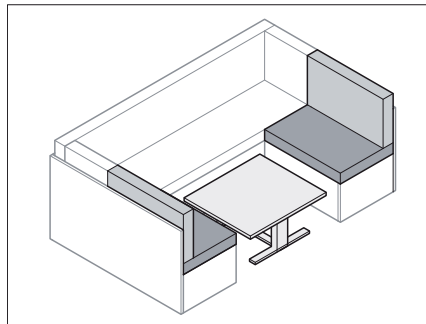

Fig. 68 Transformation de la table
- Transformer la table (Fig. 68) en sommier de lit (voir paragraphe 7.7).